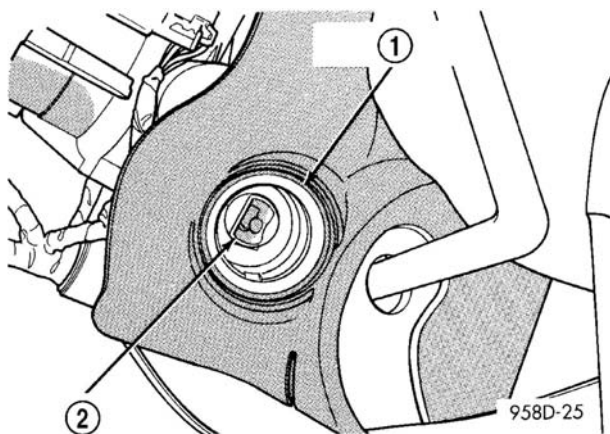

图 32 锁芯壳体中的套筒
- (1) 将钥匙插入锁芯中。将钥匙转至运行位置（可以按下锁芯上的固定片）。
- (2) 将锁芯的端部处的轴与壳体的端部中的套筒对准。为使套筒与锁芯对准，确保套筒处于运行位置（图 32）。